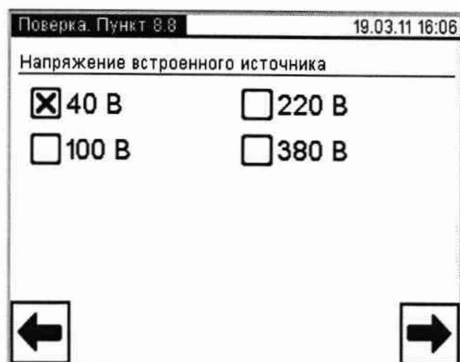

Рисунок 14
8.8.9 Нажмите кнопку "" в окне "Поверка. Пункт 8.8", рисунок 14, для возврата к окну, представленному рисунком 13.